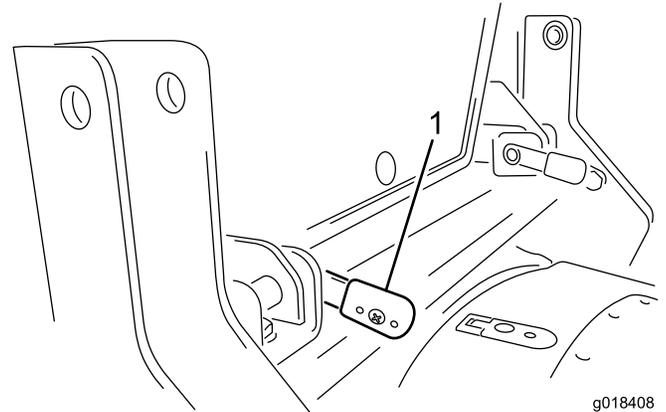

Bild 16
3. Wenn die Hebel ganz eingesetzt sind, drehen Sie sich nach hinten, um sie zu arretieren (Bild 16).